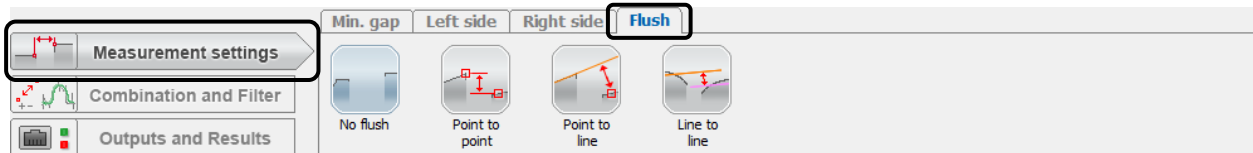

Abb. 3.45: Bereich "Measurement settings", Reiter "Flush"
- Drücken Sie, falls noch nicht geschehen, den Button "Measurement settings" (siehe Abb. 3.45).
- Drücken Sie, falls noch nicht geschehen, auf den Reiter "Flush" (siehe Abb. 3.45).